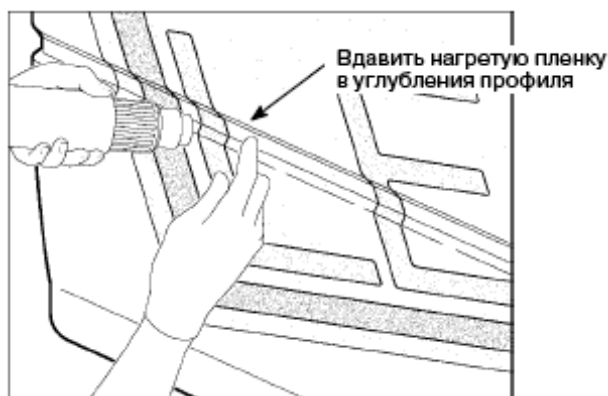

Рис. 6. Наклеивание пленки в углублениях
6. Осторожно растягивая пленку, рукой вдавить ее в углубление. Для защиты необходимо надеть хлопчатобумажные перчатки. См. Рис. 6.